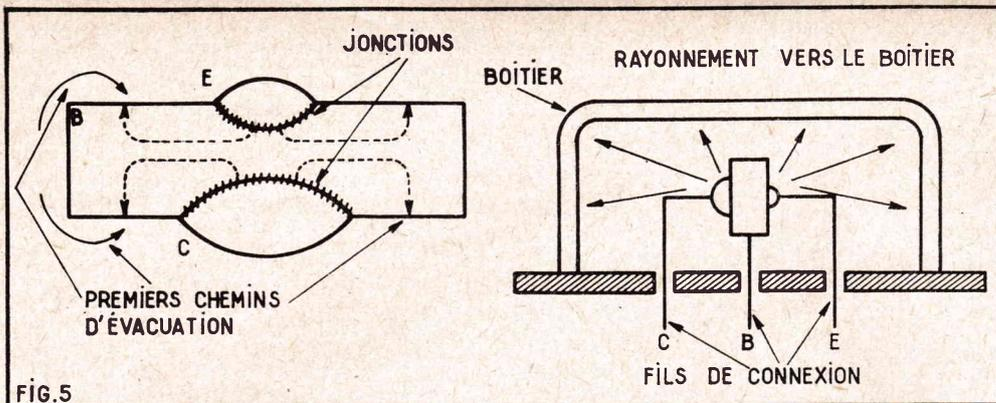

FIG. 5
* de telles températures ne risqueraient de devenir préjudiciables à la vie du transistor, qu'à condition que la chaleur n'était pas évacuée convenablement et rapidement : c'est bien à l'intérieur du bloc semi-conducteur (solide !) qu'elle est emmagasinée (fig. 5) et elle doit donc gagner, d'abord, les surfaces extérieures avant de se répandre dans le boîtier et prendre contact par là avec l'atmosphère ambiante.